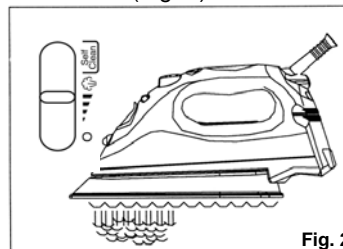

Fig. 2
4. Coloque la plancha en su base en una superficie estable y protegida y permita que la plancha se caliente por aproximadamente dos (2) minutos o hasta que la configuración de temperatura en el lado derecho de la pantalla de control LED deje de destallar.
5. Gire el botón del vapor variable a la derecha para aumentar el vapor. Cuando usa más vapor, la plancha usa más agua y puede ser necesario llenar el recipiente de agua con más frecuencia. (Fig. 2)